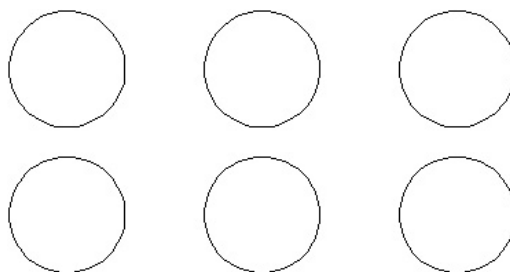

Рис. 6.8. Массив построен
- Щелкните на кнопке **Закреть массив**, чтобы завершить построение массива. На экране появится массив из шести элементов (рис. 6.8).